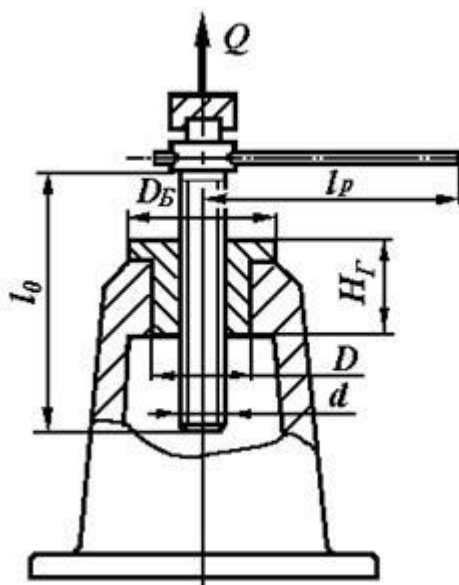

Рис. 21. Ручной домкрат
**Пример 1.** Рассчитать основные параметры ручного домкрата (рис.21) грузоподъемностью  $Q = 50$  кН. Длина винта  $l_0 = 500$  мм, его материал - сталь 45, материал гайки - серый чугун СЧ18. Резьба трапецеидальная.